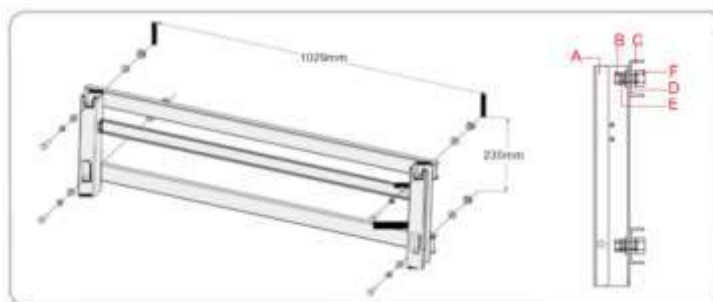

Fig. 4-12 Secuencia de fijación
- 3) Asegure el soporte de montaje con pernos (Fig. 4-12 y Tabla 4-3).
- 3) Inserte los pernos de expansión en los orificios y fíjelos con un martillo de goma. Apriete la tuerca con una llave para ampliar el perno. Retire la tuerca, la arandela de resorte y la arandela, y guárdela adecuadamente (Fig. 4-12).